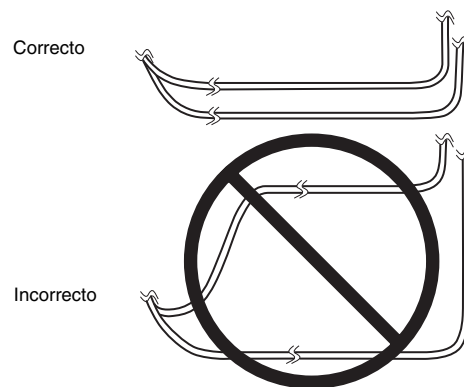

Figura 5. Colocación para dos electrodos.
- Cuando se implanten dos electrodos, diríjalos de forma que el área que los separa quede reducida al mínimo (Figura 5). Si los electrodos se disponen en forma de bucle y el paciente queda expuesto a alguna fuente de interferencias electromagnéticas (como detectores antirrobo), puede percibir un aumento momentáneo de la estimulación que en ocasiones se ha descrito como una estimulación molesta (sensación de sacudida o descarga).